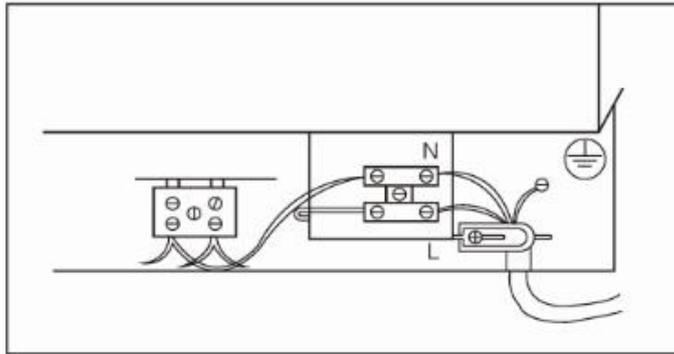

图 7
9、将主电源穿入电线夹管，并根据在电暖器上标记的位置进行连接。绿黄花线为地线，黑线为零线，红线为火线，其余两根为热电偶信号线，接线完毕通过夹管拉回松动的电线并紧固好螺钉。见图7。